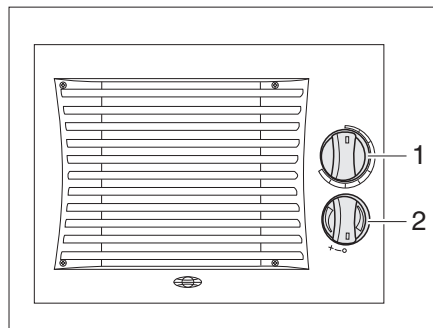

Fig. 187 Boutons de commande d'échangeur de chaleur supplémentaire
- Tourner le bouton tournant (Fig. 187,1) du régulateur de débit jusqu'à la position souhaitée. Le circuit d'eau est ouvert.
- Tourner l'interrupteur (Fig. 187,2) du ventilateur à air pulsé dans le sens des aiguilles d'une montre.
- Tourner l'interrupteur de soufflerie (Fig. 187,2) sur "0".
- Tourner entièrement le bouton tournant (Fig. 187,1) du régulateur de débit dans le sens inverse.